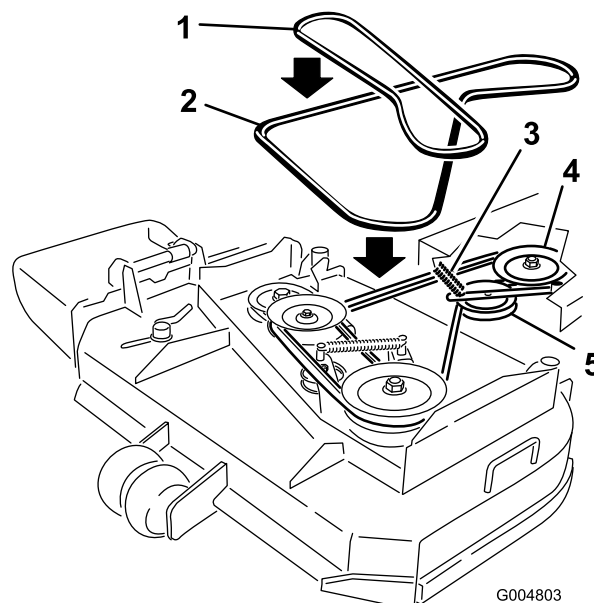

Figura 40
6. Retire la correa de la polea central de la plataforma del cortacésped (Figura 40). Extreme las precauciones al retirar la correa ya que la tensión aumentará debido a que la polea tensora está tensada con muelle.
7. Retire la correa de la polea del motor y la polea tensora tensada con muelle (Figura 40).
8. Instale la nueva correa en la polea del motor y la polea tensora tensada con muelle (Figura 40).
9. Coloque la correa en la polea central de la plataforma del cortacésped (Figura 40). Extreme las precauciones al instalar la correa ya que la tensión aumentará debido a que la polea tensora está tensada con muelle.